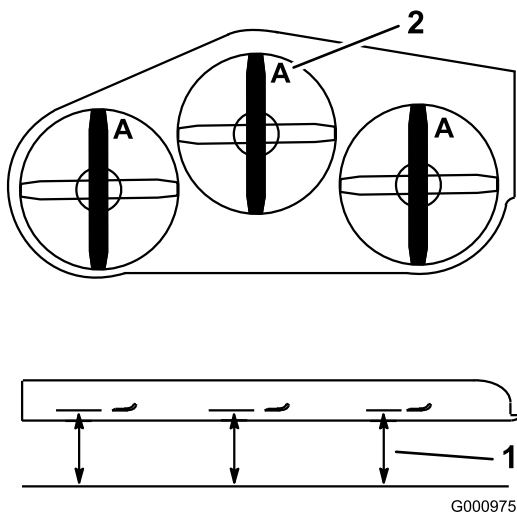

Figura 91
- Mida en la posición **A** y desde una superficie nivelada hasta el filo de corte de los extremos de la cuchilla (Figura 91).